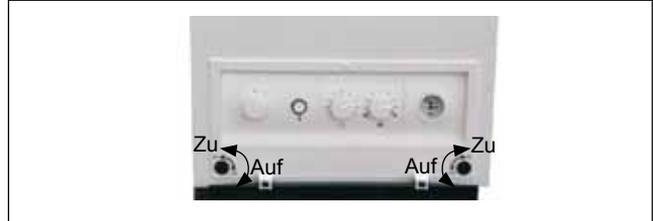

Bild 1 : Abnehmen des Verkleidungsdeckels
- Nehmen Sie den Verkleidungsdeckel ab, **Bild 1**.